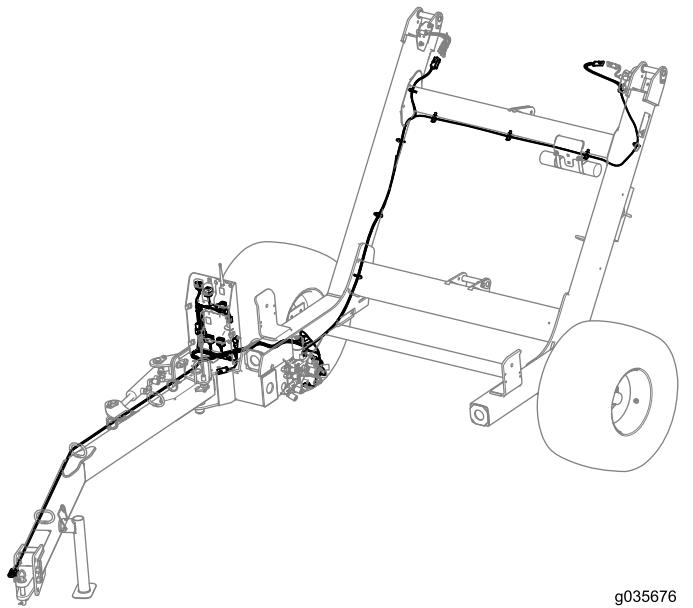

Figure 20
- Faites passer le faisceau de câblage sur le cadre du véhicule tracteur (Figure 20).